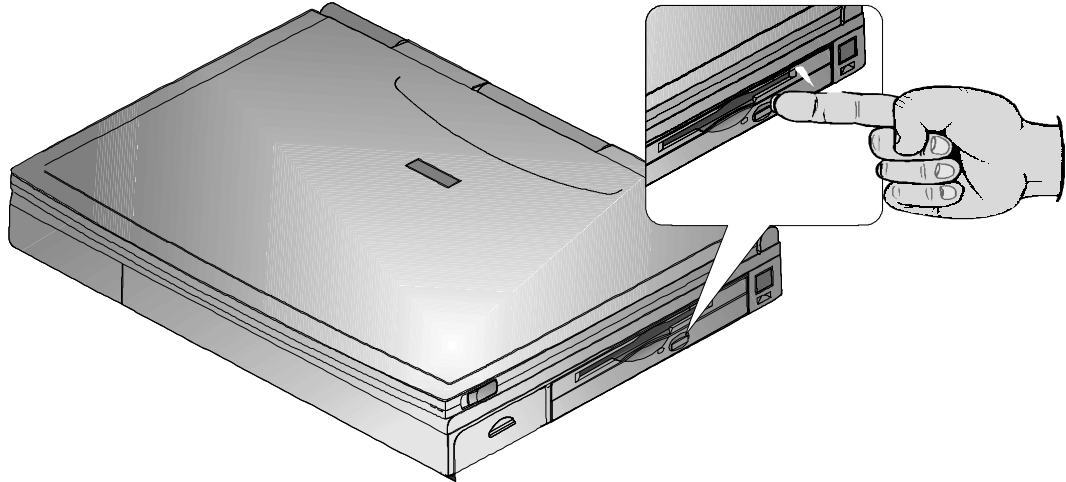

Figura 6-5: Espulsione del cassetto del CD-ROM
1. Premere il pulsante di espulsione. Il cassetto motorizzato fuoriesce dal modulo CD-ROM (figura 6-5).